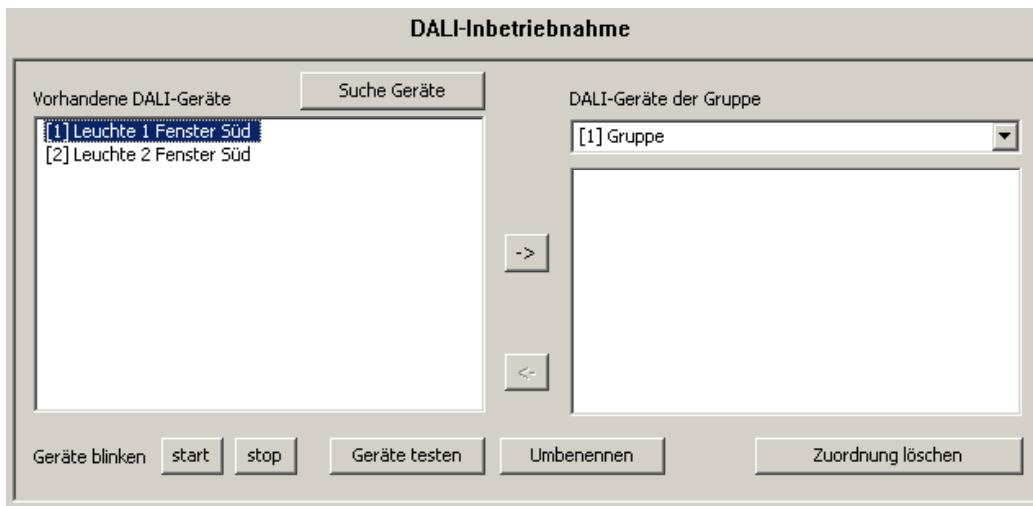

Bild 38: Beispiel für Namensgebung der identifizierten Betriebsgeräte
Es öffnet sich ein Dialog zum Umbenennen des Gerätenamens. Es können Namen bis maximal 28 Zeichen Länge angegeben werden. Der Name darf alphanumerische als auch Sonderzeichen enthalten. Es wird empfohlen, jedes Betriebsgerät auf diese Weise eindeutig zu kennzeichnen (z. B. "Leuchte 1 Fenster Süd", "Leuchte 2 Fenster Süd", "Leuchte 1 Büro Mitte", etc. / vgl. Bild 38 auf der nächsten Seite).
- ① Die Kurzadresse eines Betriebsgerätes, die in eckigen Klammern vor dem Gerätenamen angezeigt wird, ist nicht änderbar.
- ① Die Kurzadressen der identifizierten Betriebsgeräte werden zufällig vergeben. Um bei der Namensgebung erkennen zu können, welches Betriebsgerät tatsächlich durch den Listeneintrag gekennzeichnet ist, können verschiedene Testfunktionen des Plug-In verwendet werden. Am unteren Rand der Inbetriebnahmumgebung sind die Schaltflächen "start", "stopp" und "Geräte testen" angeordnet, welche die Testfunktionen bedienen (vgl. Bild 38). Die Geräte, welche getestet werden sollen, müssen zunächst im linken Teilbereich selektiert werden. Durch Betätigung der Schaltfläche "start" kann ein zyklisches Blinken (ca. 0,2 Hz) der ausgewählten Betriebsgeräte gestartet werden. Blinkende Geräte werden im Listenfeld durch die Ergänzung "--> blinks" gekennzeichnet. Das Blinken wird erst durch Betätigen der Schaltfläche "stopp" unterbrochen. Eine Betätigung der Schaltfläche "Geräte testen" öffnet die erweiterte Testumgebung der DALI-Inbetriebnahme. An dieser Stelle lassen sich die zuvor ausgewählten Betriebsgeräte ein- und ausschalten. Zusätzlich kann ein zyklisches oder intervalldefiniertes Blinksignal an die entsprechenden Betriebsgeräte übermittelt werden.